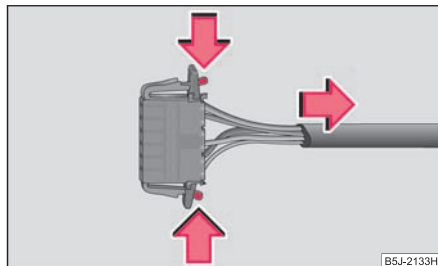

Fig. 213 Débrancher le connecteur
- Débranchez le connecteur ⇒ fig. 213. ■